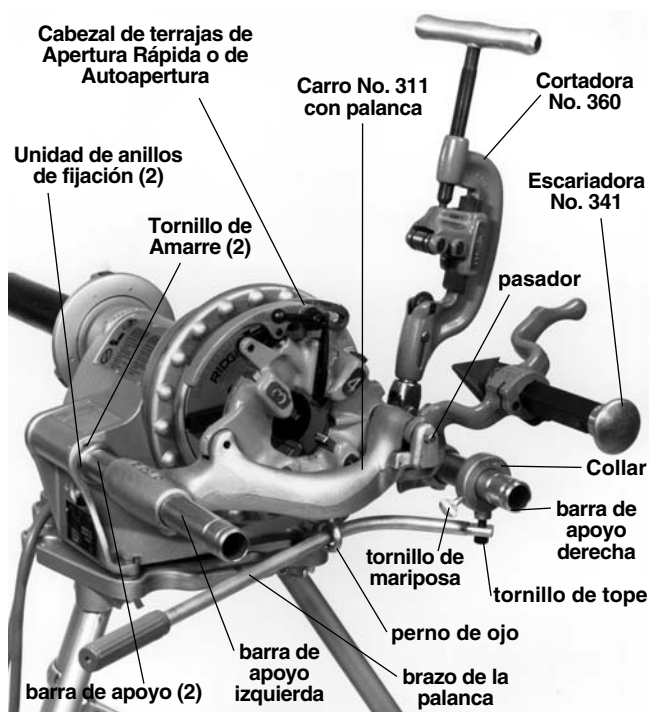

Figura 4 – Accionamiento Autopropulsado No. 300 con el Carro No. 311A, Cortadora No. 360, Escariadora No. 341 y Cabezal de terrajas
1. Inspeccione las barras de apoyo para asegurar que están hacia adelante y firmemente sujetas por dos (2) unidades de anillos de fijación. Los tornillos de fijación en los anillos deben quedar apretados (Figura 4).
2. Asegure el perno de ojo en el Carro No. 311A. Deslice el brazo de la palanca a través de la unidad del perno de ojo y fíjelo al collar con el tornillo de tope (Figura 4).
4. Instale la Cortadora No. 360 y la Escariadora No. 341 introduciendo el brazo en la ranura existente en el carro y asegúrelo con el pasador (Figura 4).